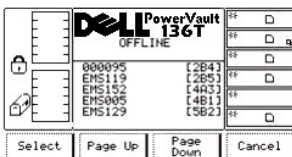

Abbildung 49. Dialogfeld "Command" > "Mailbox" > "Export List"
- 1 Wenn die Taste unter dem Softkey **OK** gedrückt wird, wird das nächste Dialogfeld angezeigt (siehe Abbildung 49).
- 1 Wenn die Taste unter dem Softkey **Pages** gedrückt wird, wird wieder das Dialogfeld "Export List" angezeigt (siehe Abbildung 49). Sie können weitere Objekte auswählen oder den Export-Vorgang abbrechen.